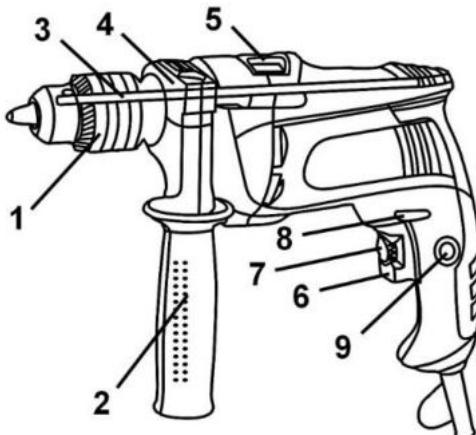

Рисунок 1
Виріб має два режими свердління: ударно-обертальний і обертальний. Перемикання режимів роботи виробу здійснюється переведенням перемикача (5) (див. рис.1) У крайні позиції до відповідного символу режиму роботи:
- ударно-обертальний режим - перемикач (5) повинен бути переведеним до упору у бік символу
- обертальний режим - перемикач (5) повинен бути переведеним до упору у бік символу
4.2 Виберіть необхідний режим роботи виробу за допомогою перемикача (5) (див. рисунок 1). Перемиканням режимів роботи виробу здійснюється переведенням перемикача (5) (див. рис.1) з одного крайнього положення в інше в бік відповідного символу режиму роботи:
- ударно-обертальний режим - перемикач (5) повинен бути переведеним до упору у бік символу ;
- обертальний режим - перемикач (5) повинен бути переведеним до упору у бік символу .